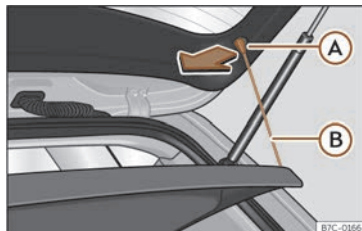

Fig. 161 Dans le coffre à bagages : démonter et remonter la plage arrière.
- Décrochez les tirants de fixation >>> **fig. 161** (B) de leurs logements (A).
- Attachez les tirants de fixation >>> **fig. 161** (B) au hayon du coffre.